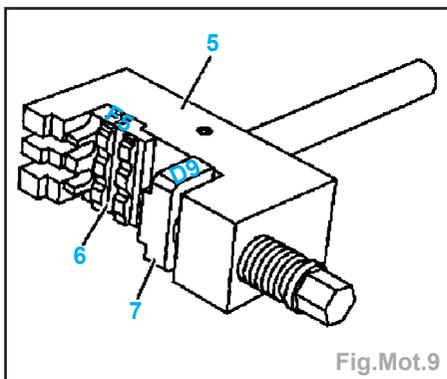

Fig.Mot.9
- disposer l'élément de rivetage (6) avec le repère F5 dans l'outil de rivetage (5) et le fixer à l'aide de la vis (Fig.Mot.9),